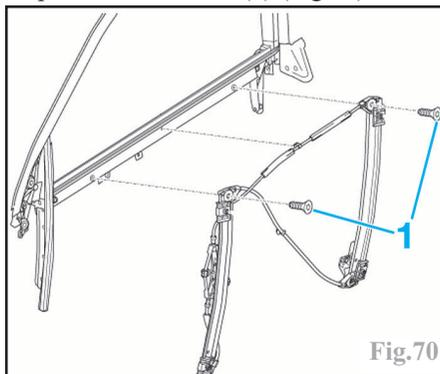

Fig.70
Déposer les fixations (1) (Fig.70).